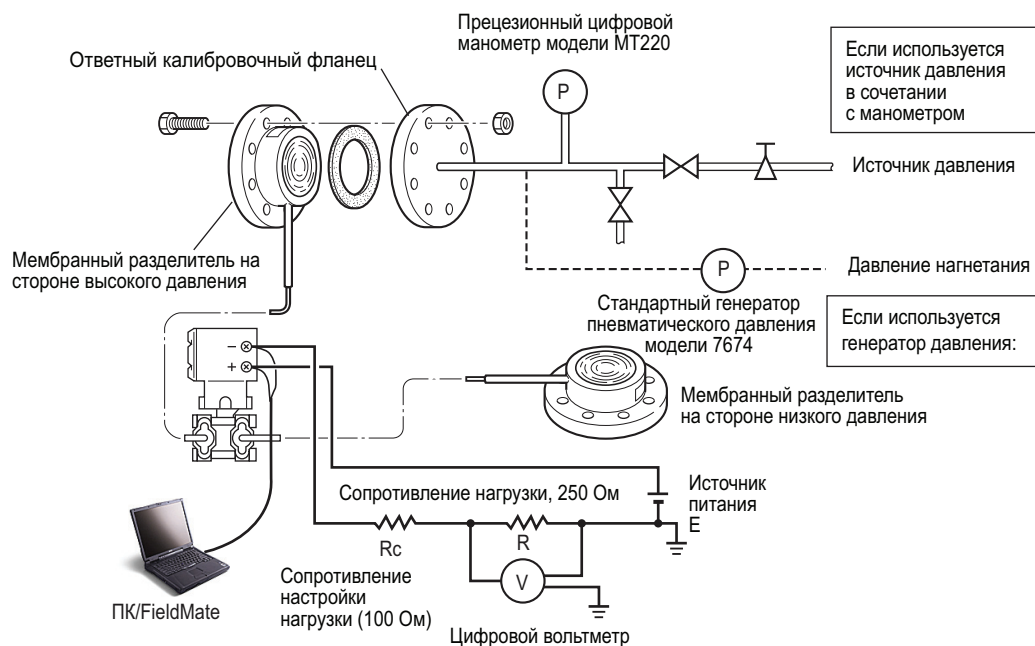

Рисунок 6.1a Схемы подключения приборов EJXC80A/EJAC80E (выход 4 – 20 мА)
- 1) Соедините приборы так, как показано на рис. 6.1a и 6.1b, и прогрейте их в течение не менее 5 мин.